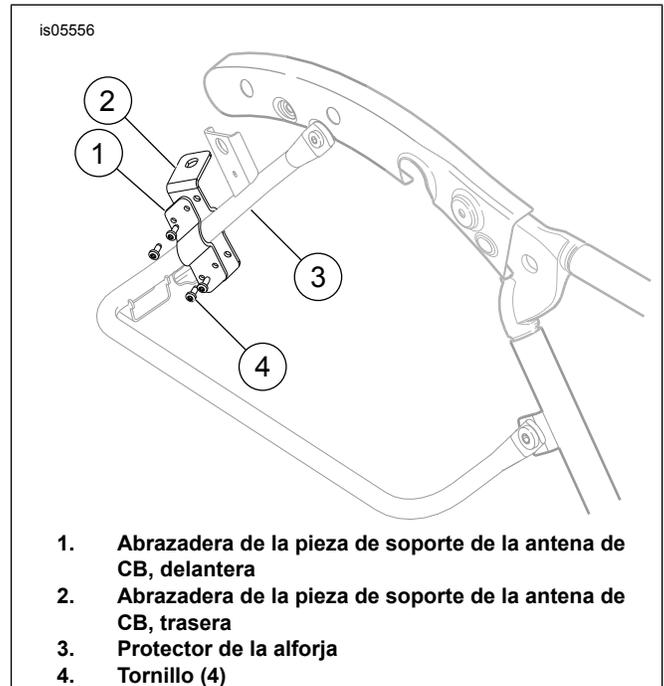
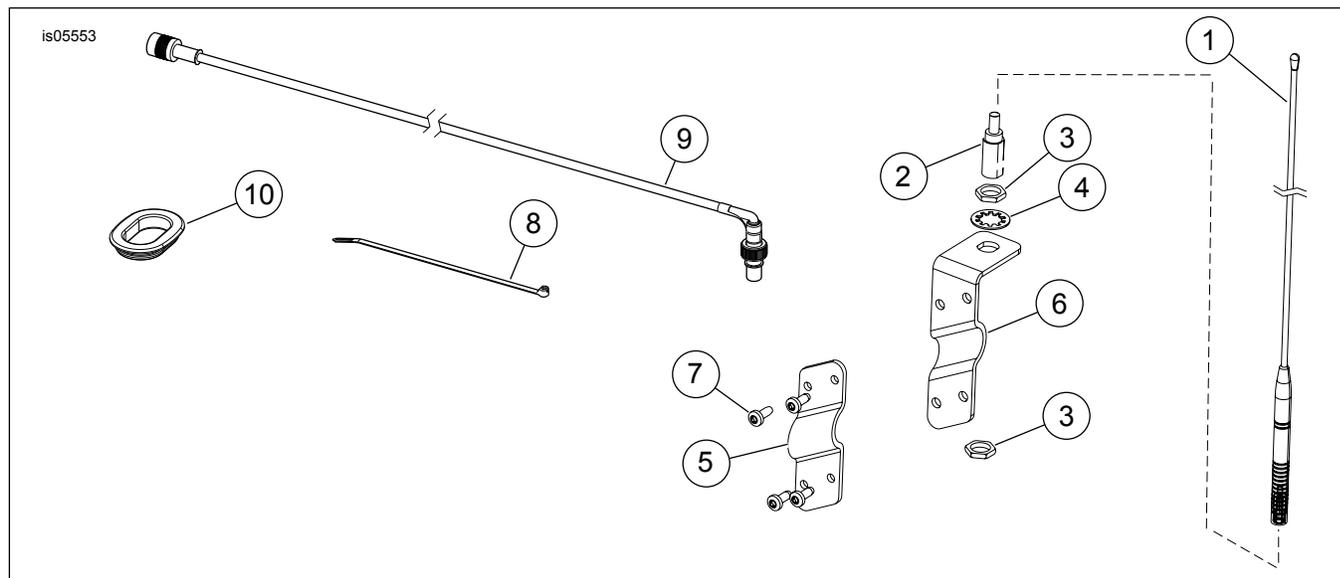

Figura 1. Ubicación de la pieza de soporte de montaje de la antena
Figura 2. Piezas de servicio: Antena de CB de montaje en la estructura
Vea Figura 2 y Tabla 1.
3. Vea Figura 1. Instale las abrazaderas de la pieza de soporte de la antena de CB (1 y 2) alrededor del protector de la alforja (3) e instale los cuatro tornillos (4). Apriete los tornillos con los dedos.
4. **Modelos FLHX:** Extraiga y deseche el tapón del agujero de la placa del lado derecho del guardabarros trasero. Instale la arandela aislante (10).
5. Vea Figura 2. Enrosque una de las tuercas delgadas 1/2-20 (3) del kit en el conjunto de la base de la antena. Instale la arandela de seguridad con dientes internos (4) en la rosca de la base de la antena e inserte la base de la antena desde la parte superior, a través del agujero en la pieza de soporte de montaje de la antena.
7. Instale el mástil de la antena (1) en la base de la antena (2).